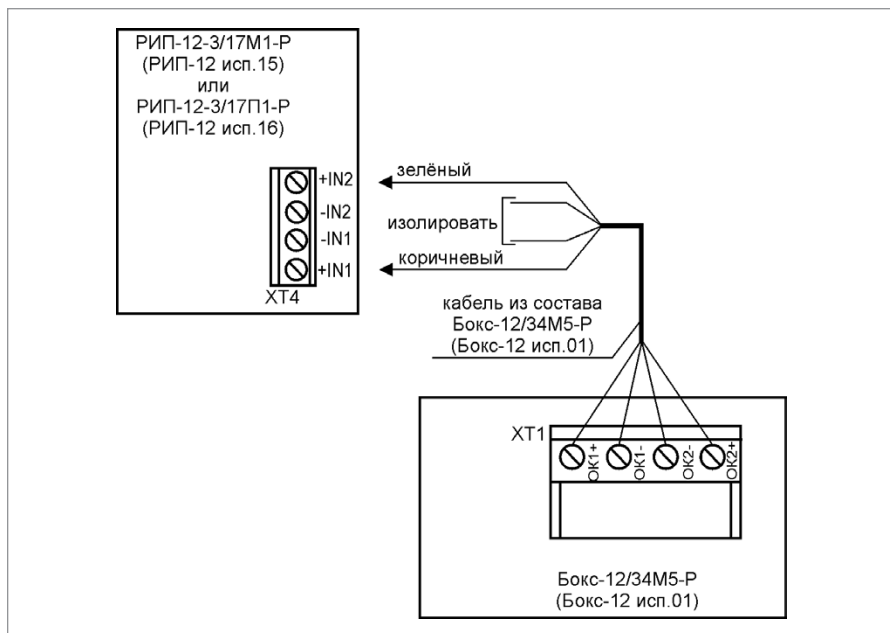

Рисунок 15. Схема подключения Бокс-12 исп.01 (Бокс-12/34М5-Р) / Бокс-24 исп.01 (Бокс-24/17М5-Р) к РИП
1. Схема подключения Бокс-12 исп.01 (Бокс-12/34М5-Р) (далее - Бокс) представлена на Рисунок 15. Кабель подключения Бокса к РИП входит в комплект поставки Бокса и подключен к колодке XT1.
3. Схема подключения Бокс-24 исп.01 (Бокс-24/17М5-Р) (далее - Бокс) представлена на Рисунок 15. Кабель подключения Бокса к РИП входит в комплект поставки Бокса и подключен к колодке ХТ1.